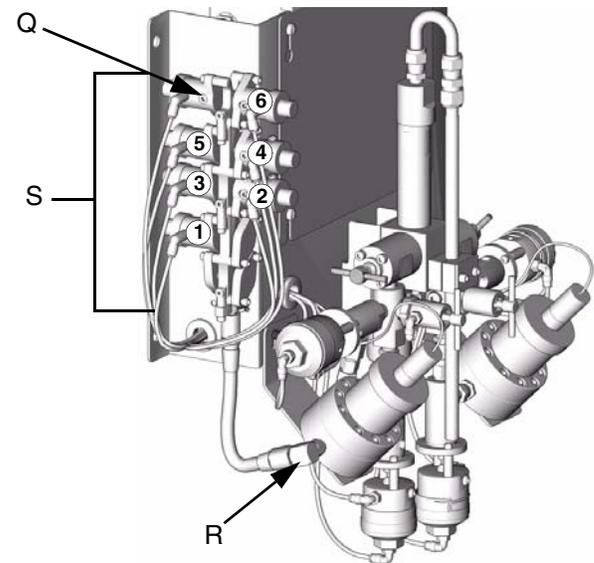

FIG. 13
- b. **Sistema de múltiples colores:** conecte también una línea de suministro de fluido a la válvula de cambio de color (Q), marcada “DISOLVENTE CC”. FIG. 13.
- **Sistema de un solo color:** conecte una línea de suministro a la entrada (R) del caudalímetro del componente A. FIG. 13.
- **Sistema de múltiples colores:** conecte las líneas de suministro del componente A a las entradas de la pila de válvulas de cambio de color (S). FIG. 13. El número del color está marcado en la línea de suministro de aire de la válvula.